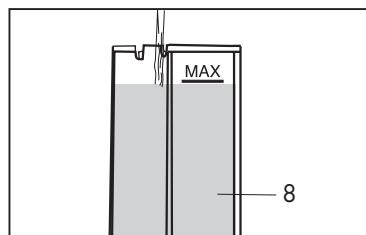

Fig. 2
- Remplir le réservoir jusqu'au niveau maximal indiqué (MAX). **(Fig.2)**